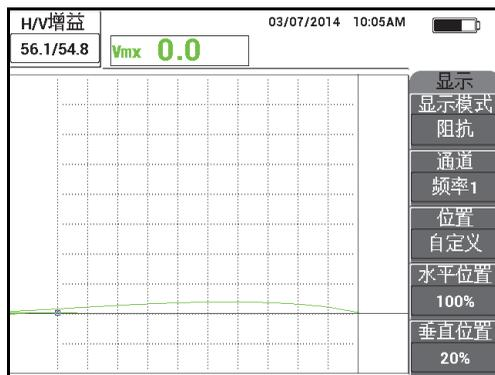

图 5-42 降低增益值以调节信号
3. 将整叠垫片 (4 个厚度为 0.5 毫米的垫片, 共 2.0 毫米) 放置在标准试块上, 然后在垫片上用力按压探头, 同时按增益键 ( **dB** ), 以降低增益, 直到屏幕中的点到达 10 × 10 栅格左侧的边限 (水平方向 0 % 处) (参见第 146 页的图 5-42)。